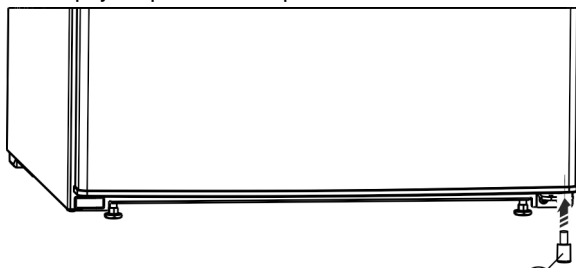

Fig. 8
- ▶ Dištančný diel Fig. 8 (13) nasadte znovu vpravo dole do dverí, pretože je to dôležité pre stabilitu zariadenia.